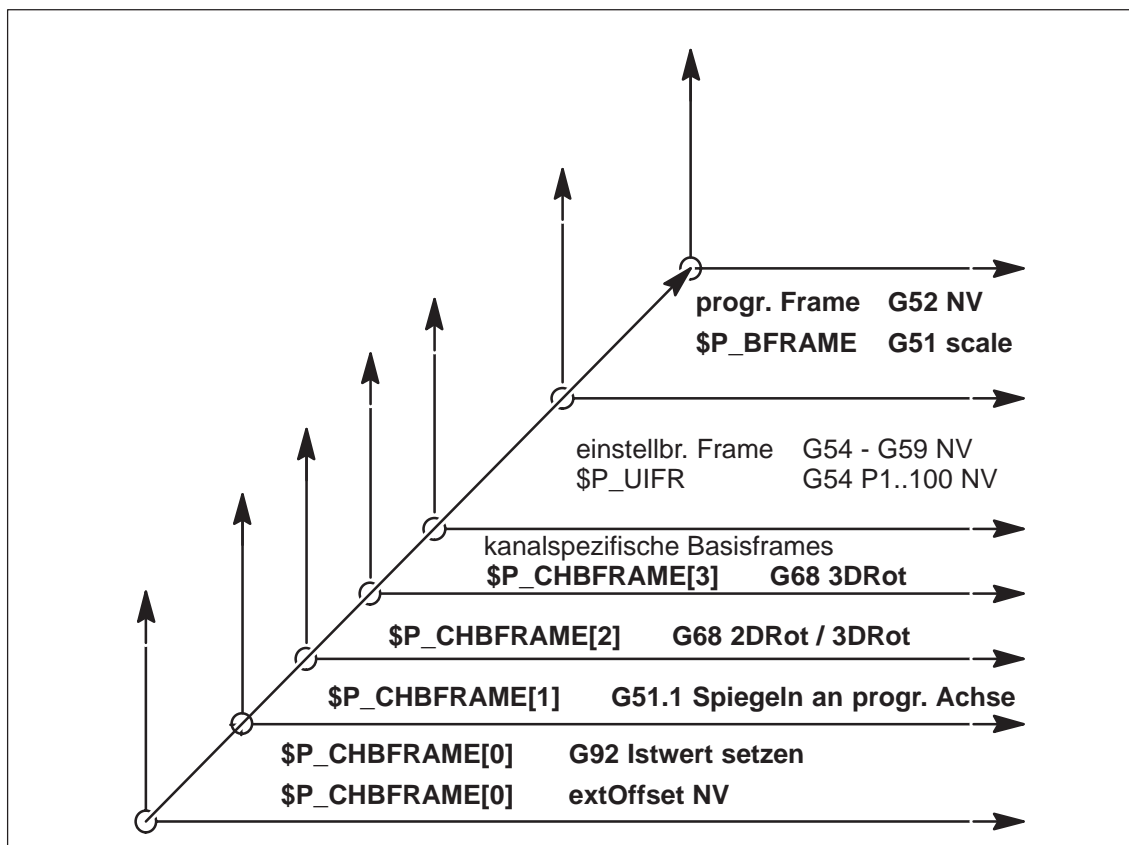

Bild 2-1 Momentane Abbildung der ISO Funktionen auf die Siemens Frames
Bild 2-1 zeigt die Nullpunktverschiebungen (NV) des Siemens-Modus.